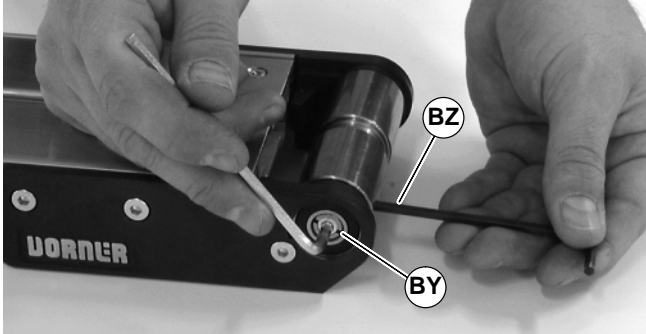

Abbildung 52
3. Zu beiden Seiten der Spannrolle mit einem 4 mm Innensechskantschlüssel die konische Schraube (BY siehe Abbildung 52) mit 4 Nm festziehen. Die Spannrolle mit dem zweiten Sechskantschlüssel (BZ), der in das Loch an der Spannrolle eingeführt wird, festhalten.